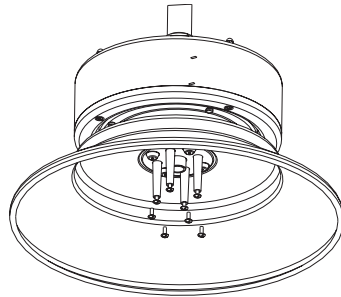

Figura 8c - Forma de instalar la placa de montaje en la parte superior de la caja del interruptor
4. Pase el conector de enchufe superior a través de la abertura central de la parte superior de la caja. Empuje la junta hacia arriba, para que quede asentada al ras con la placa de montaje. Vea la Figura 8c.